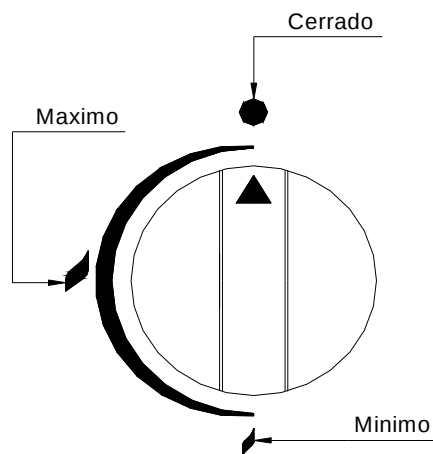

Fig. 3
- Presione el mando del quemador escogido y de un cuarto de vuelta en sentido contrario a las agujas del reloj hasta llegar a la posición de máximo (**Fig.3**).
- Para poner en mínimo el quemador, gire en sentido contrario a las agujas del reloj sin presionar el mando desde la posición de máximo hasta la posición de mínimo (**Fig.3**).